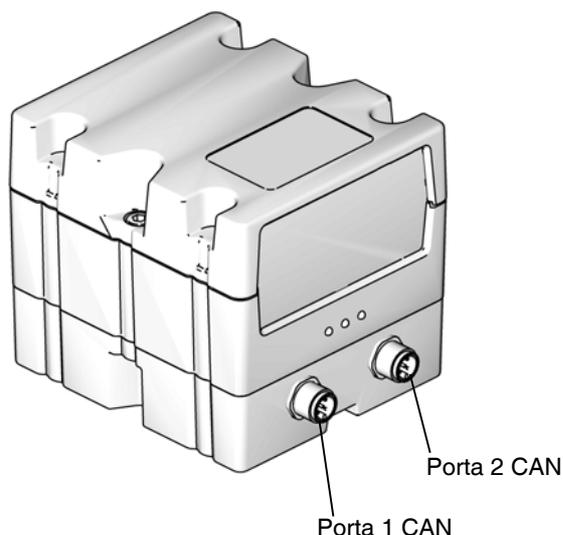

Fig. 36: Ligações CAN CGM
10. Ligue a outra ponta do cabo CAN à porta CAN 1 ou 2 no CGM. Consulte a FIG. 36. Pode ser ligado a qualquer uma das portas.